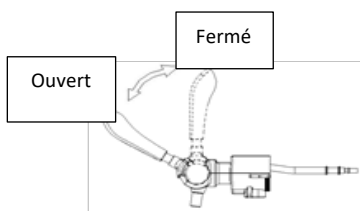

Figure 12
14.4 Lorsque la poignée du robinet est en position verticale (comme indiqué dans la position *FERMÉ* sur la figure 12), tirez la poignée vers l'avant de 45 degrés pour faire sortir la bière (comme indiqué dans la position *OUVERT* sur la figure 12).